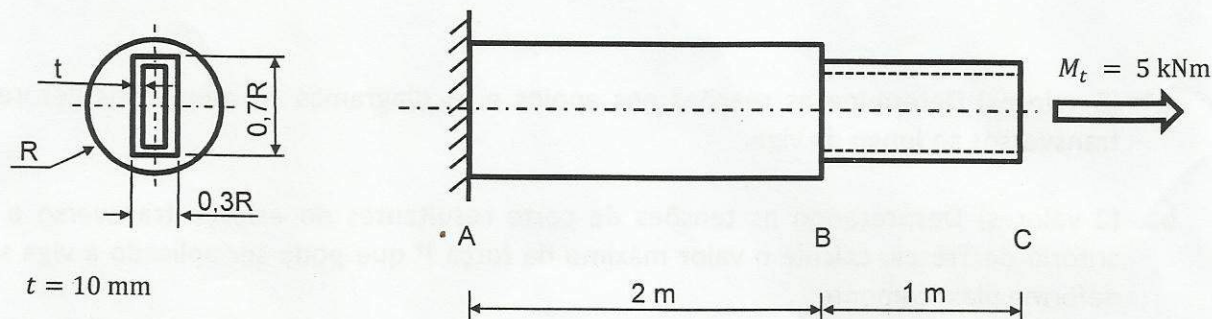

Figura 1
1. Considere o conjunto representado na Figura 1, constituído por um veio maciço AB com 2 m de comprimento e um elemento linear de secção tubular BC com um comprimento de 1 m, ligados pela secção comum em B . O elemento linear de secção tubular tem a forma de um retângulo com dimensões $0,3R \times 0,7R$ e uma espessura uniforme de 10 mm. O conjunto é fabricado em aço ($G = 80 \text{ GPa}$, $\sigma_{ced} = 350 \text{ MPa}$) e está encastrado em A , estando a extremidade C livre. O conjunto está submetido a um momento torsor de 5 kNm.